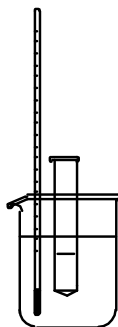

Figura 3. Montagem do calorímetro no béquer.
3. Pese um béquer vazio com precisão de 0,01g. Esse béquer será o calorímetro utilizado nesta parte do experimento. Coloque água suficiente para cobrir a cera contida no tubo de ensaio, conforme ilustrado na **Figura 3**. Meça a temperatura da água e pese o béquer com a água.